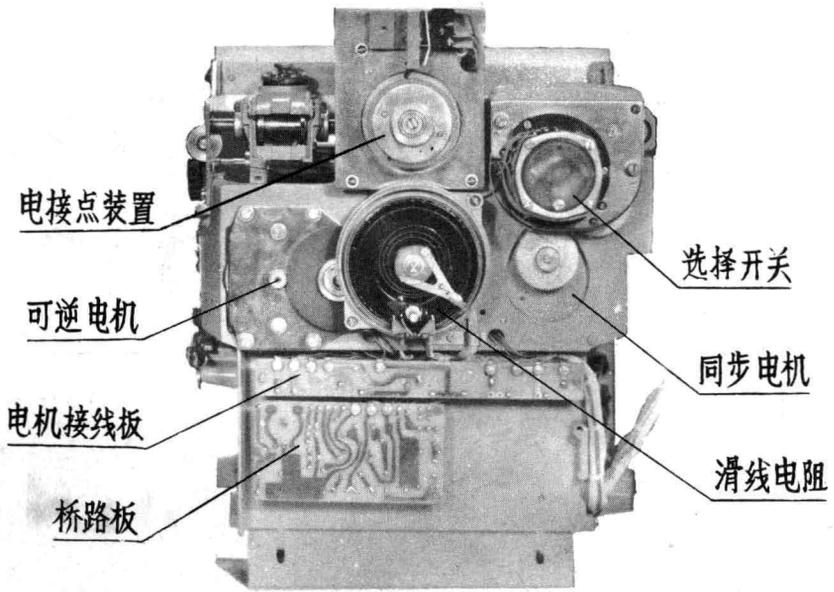
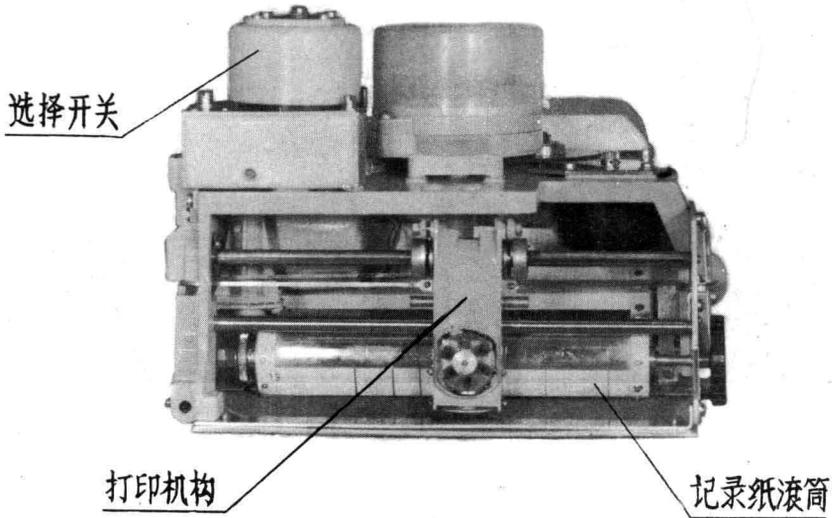
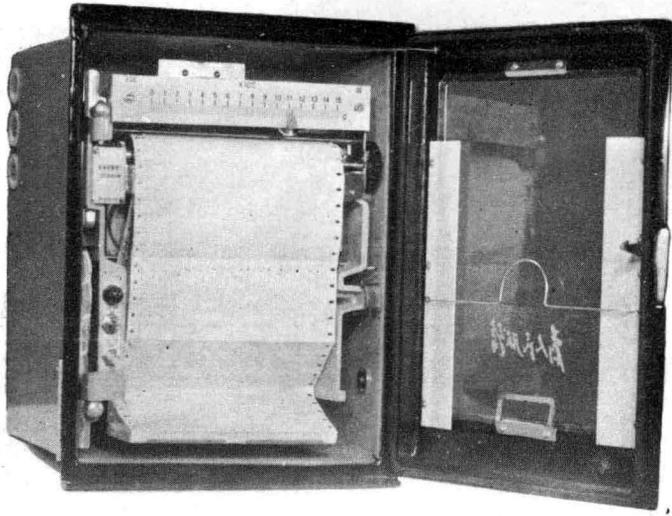

图5. 托架后视图
图6. 托架上视图
图 7. 托架正面视图
2、托架：图5所示是托架向左敞开时仪表内部情形，托架是由铝合金压铸成，装配后之托架用铰链固定于外壳上，托架能绕转160度角，以便对仪表进行维修和检查。图6是托架上视图，图7是托架正面装配图。